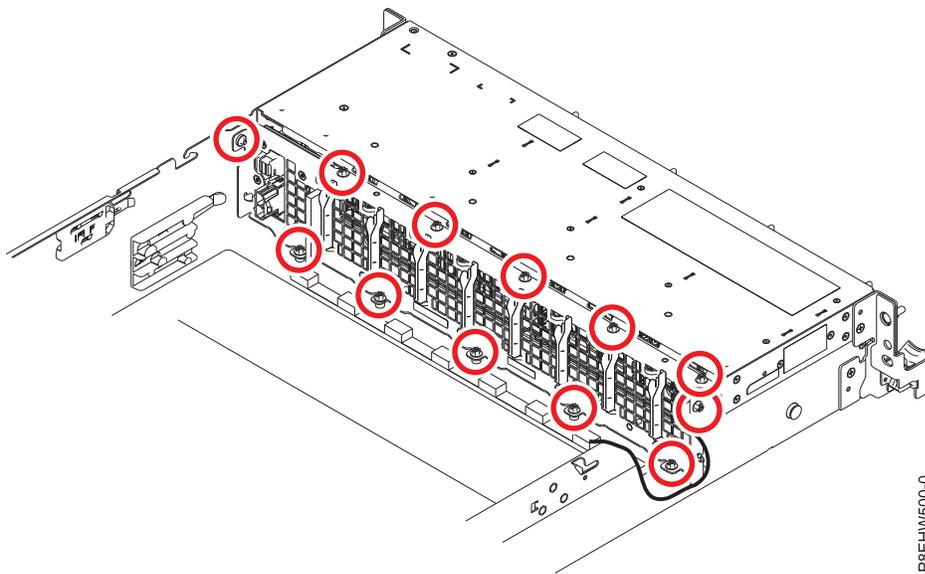

図 49. ディスク・ドライブおよびファン・カードのねじの位置
7. ディスク・ドライブおよびファン・カードの上部から 5 本のねじを取り外します。43 ページの図 49 は、12 本のねじの位置をすべて示しています。